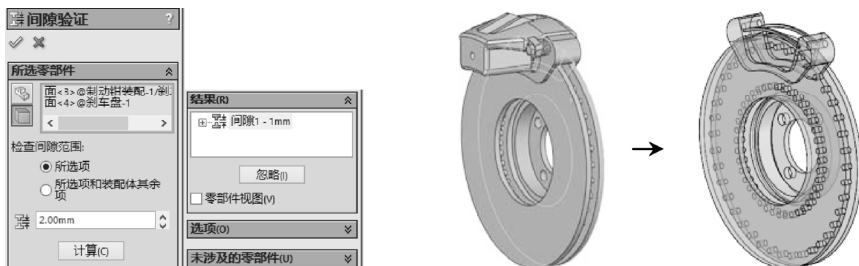

图 5-79 间隙验证操作
STEP 2 单击“装配”工具栏中的“间隙验证”按钮，在打开的“间隙验证”属性管理器中单击“选择面”按钮，然后选择“制动盘”一个侧面和其临近的制动片托架的面，设置“可接受的最小间隙”为 2mm，单击“计算”按钮，查看这两个面的间距是否小于 2mm，如图 5-79 所示（由于实际间距只有 1mm，所以系统给出了提示）。